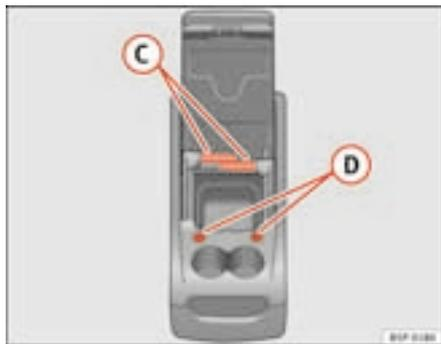

Fig. 112 Porta-objectos móvel. Funções
Para utilizar a mesa (C) ⇒ fig. 112, deve retirá-la do seu alojamento na lateral do porta-objectos móvel e colocá-la no seu alojamento (D) ⇒ fig. 112 na parte frontal do porta-objectos móvel.